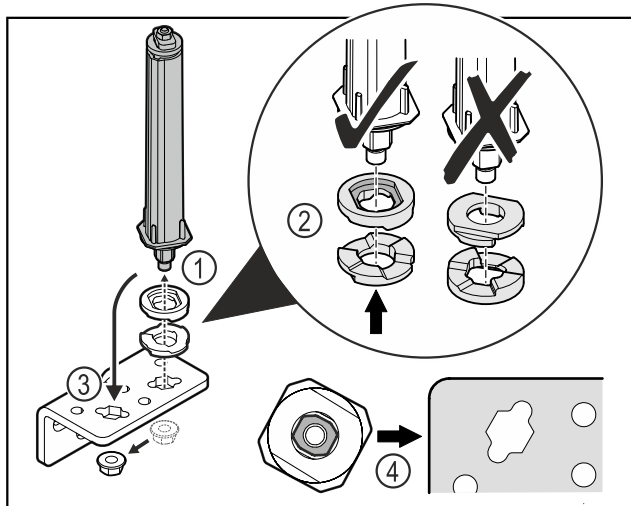

Fig. 37
- Løsne mutteren og fjern dørlukkesystemet Fig. 37 (1).
- Sørg for korrekt innretting av høydejusteringsskivene Fig. 37 (2).
- Sett om dørlukkesystemet i hengselvinkelen og fest med mutteren Fig. 37 (3).
- Ved innsetting, sørg for korrekt innretting av dørlukkesystemet Fig. 37 (4).